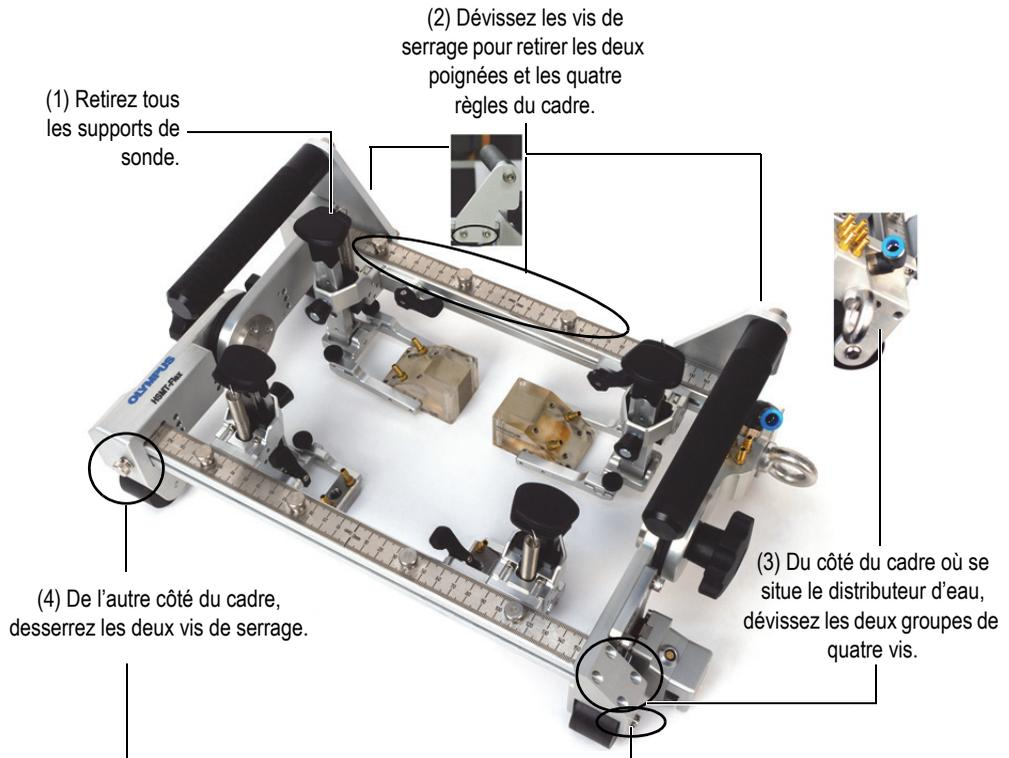

Figure 2-28 Changement des barres du cadre
Consultez la Figure 2-28 à la page 57 pour voir les étapes logiques.
1. (1) Retirez tous les supports de sonde (Figure 2-28 à la page 57 [1]).
2. (2) Dévissez les vis de serrage pour retirer les deux poignées et les quatre règles du cadre (Figure 2-28 à la page 57 [2]).
3. Utilisez la clé hexagonale appropriée pour desserrer et retirer les deux groupes de quatre vis du côté du cadre où se trouve le distributeur d'eau (Figure 2-28 à la page 57 [3]).
4. Retirez manuellement les deux vis de serrage à l'autre extrémité du cadre (Figure 2-28 à la page 57 [4]).